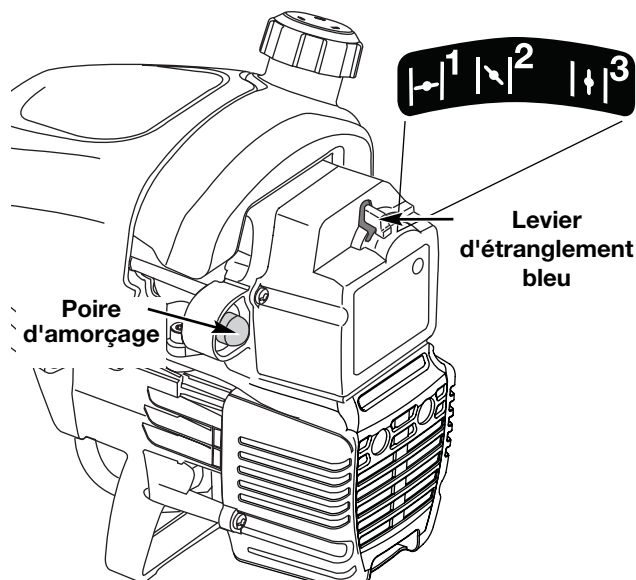

Fig. 10
2. Pressez et relâchez la poire d'amorçage à 10 reprises, lentement. Une certaine quantité d'essence **devrait être visible dans la poire d'amorçage** et les conduites d'essence (Fig. 10). Si vous n'apercevez pas d'essence dans la poire, pressez et relâchez la poire autant de fois qu'il le faut pour y voir de l'essence.
3. Placez le levier d'étranglement bleu en **position 1** (Fig. 10).
5. Placez le levier d'étranglement bleu en **position 2** (Fig. 10).
8. Placez le levier d'étranglement bleu en **position 3** (Fig. 10). La machine est prête à être utilisée.
SI... le moteur hésite, remettez le levier en **position 2** (Fig. 10) et continuez à le chauffer.